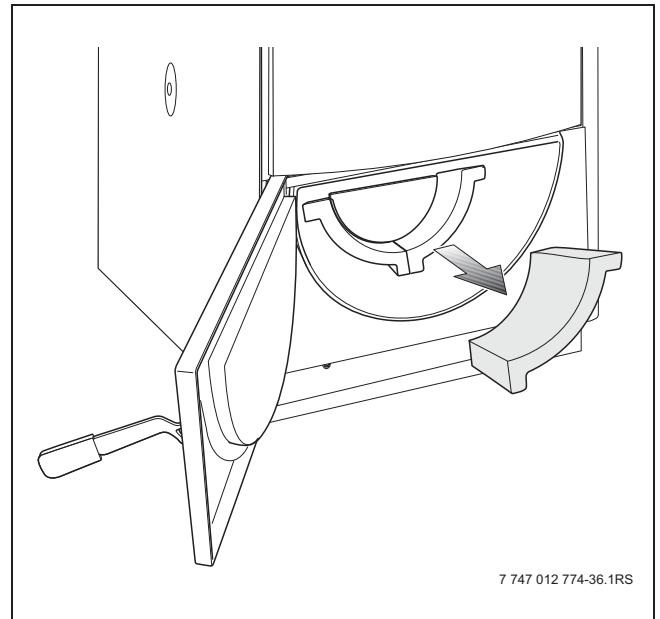

Figura 31 Îndepărtarea șamotelor
- În cazul unei îmbâcsiri prea puternice a spațiilor goale, scoateți șamotele din partea inferioară a camerei de ardere înainte de perierii (-> figura 31).